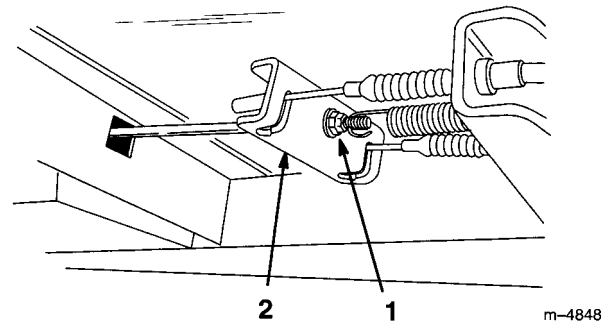

図 32
3. フロアパネル下にある調整ネジを締めてイコライザ部（図 32）のケーブルのたるみをなくす。ブレーキペダルには若干の遊びが必要なので、締めすぎないように注意する。